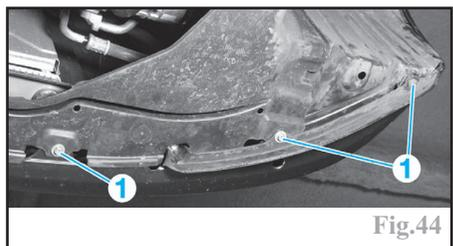
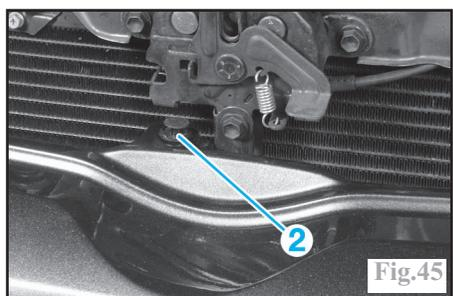

Fig.44
Fig.45
De chaque côté, déposer les vis de fixation inférieures (1) (Fig.44). Déposer la vis (2) centrale supérieure (Fig.45).